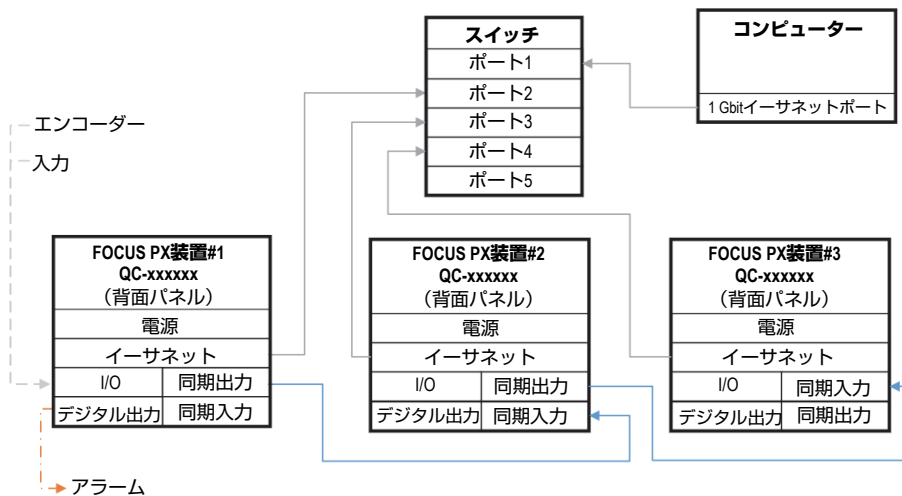

図 1-1 複数装置の接続
- ◆ 必要なすべてのケーブルを FOCUS PX 装置に接続します。以下の図は、複数の装置の接続方法を示しています (24 ページの図 1-1)。装置を 1 台のみ使用する場合は、同期出力ケーブルを使用せずに、1 台目の装置にのみ接続してください。